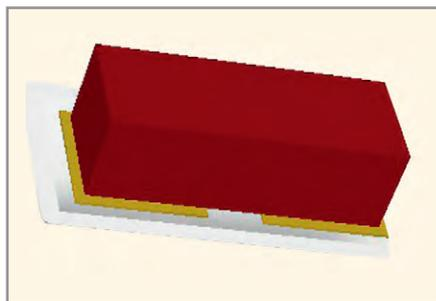

Рис. 4. Создание упрощённых 3D-моделей компонента
- создание упрощённых 3D-моделей (см. рис. 4) компонентов путём вытягивания выбранного контура;